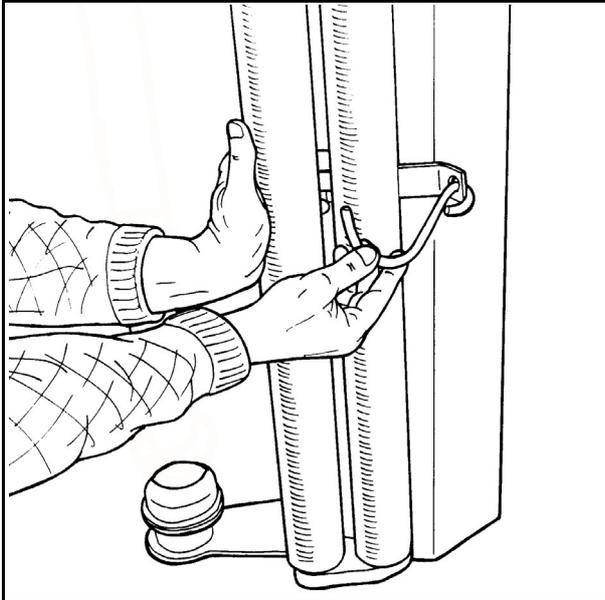

Bild 4-1
Vor Inbetriebnahme ist der Turm aufzurichten und mit 5 Schrauben M16 x 55 zu befestigen. (Bild 4-1 zeigt das Gerät im angelieferten Zustand). Sämtliches Verpackungsmaterial entfernen und dann den Turm aufrichten. Hierzu Flaschenzug oder Frontlader in die Öse einhängen. (Siehe Pfeile). Anschliessend am Gelenk fünf Schrauben M16 x 55 durchstecken und mit Scheiben und Sicherungsmuttern fest anziehen.
- 4.1 Zum Einlegen der Folie die Vorspannrollen zur Seite halten. Die Rollen an der Seite festhalten und den Halter aufsetzen. (Siehe Abb. 4-1).